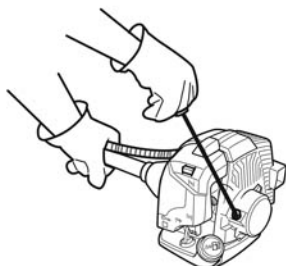

Fig. 13
- > Puxe a pega [4] para ligar o motor (fig. 13).